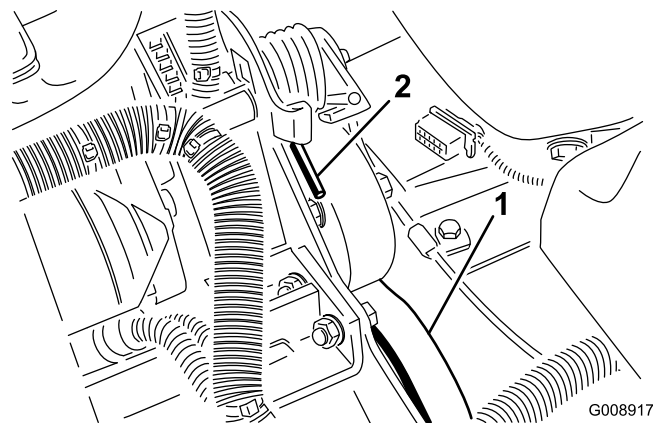

Figura 60
2. Empurre a mola para a frente e para trás (Figura 60) para a desprender do apoio e libertar a tensão da mola.